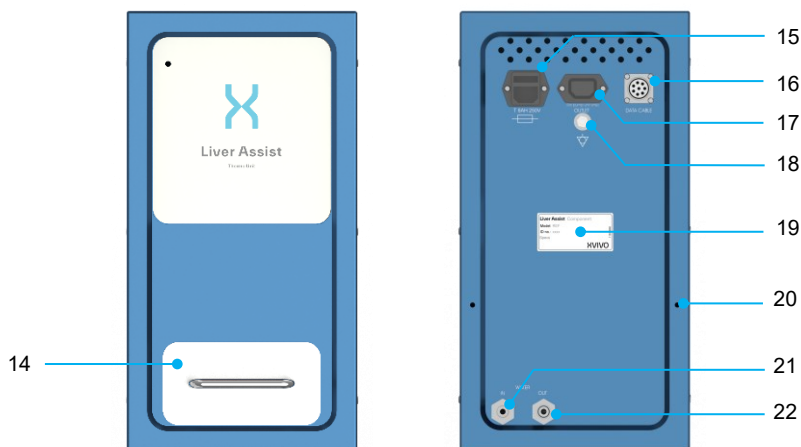

Figura 5 Vedere din față și din spate a unității termice
- Umpleți rezervorul de apă al unității termice (Figura 5, item 14) cu aproximativ 3 litri de apă demineralizată.